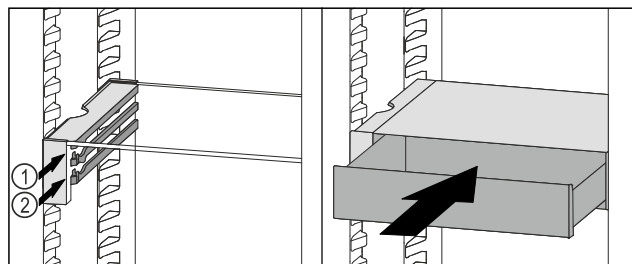

Fig. 214
- VarioSafe-Schubfach hinter den Stoppern auf gewünschter Rippe Fig. 214 (1) oder Fig. 214 (2) aufsetzen.